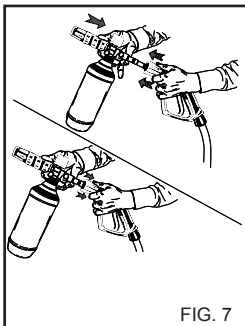

FIG. 7
2) Retire a extensão da pega e insira o kit pulverizador de detergente (fig. 7), accione a máquina de jacto de água a alta pressão e percorra a superfície a lavar agindo de baixo para cima.